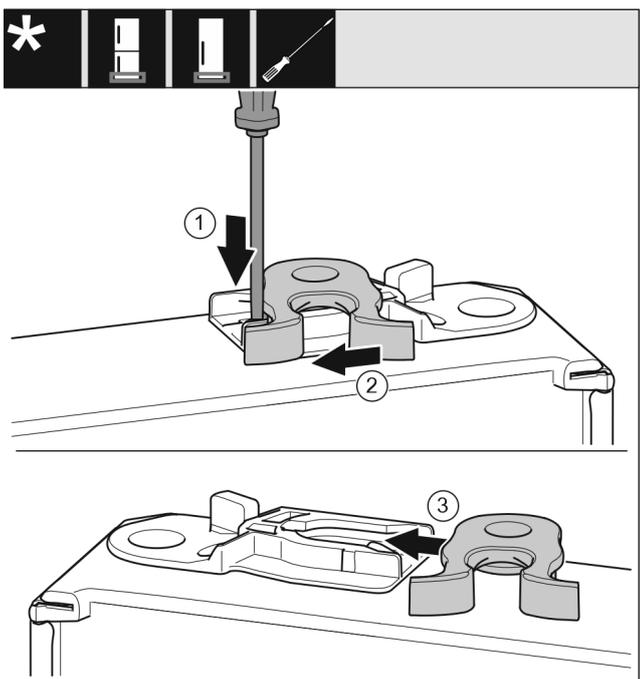

Fig. 19
- Spingere verso il basso la linguetta Fig. 19 (1) con il cacciavite a intaglio.
- Estrarre il gancio di chiusura Fig. 19 (2) dalla guida.
- Spostare il gancio di chiusura Fig. 19 (3) sull'altro lato nella guida.